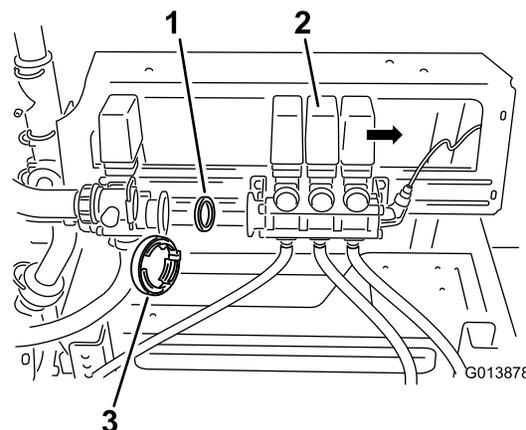

Figura 5
3. Separe el conjunto de válvulas de los brazos cuidadosamente de la válvula de agitación (Figura 5).
4. Retire la junta existente del cuerpo de la válvula (Figura 5).